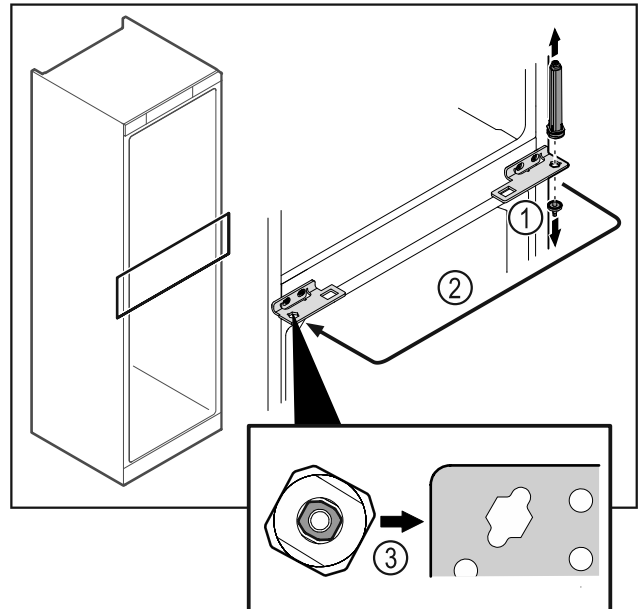

Fig. 45
- Svitare il perno della cerniera Fig. 45 (1).
- Spostare il sistema di chiusura della porta Fig. 45 (2).
- All'atto dell'utilizzo fare attenzione al corretto allineamento del sistema di chiusura della porta Fig. 45 (3).